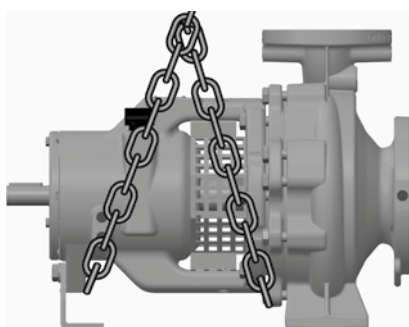

Figura 1 - Lçamento do equipamento
- A bomba deve ser transportada observando as orientações da Figura 1. Evite danificar o mancal da bomba transportando-a suspensa por qualquer parte do eixo. Nunca suspenda a bomba pela extremidade do eixo.